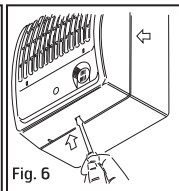
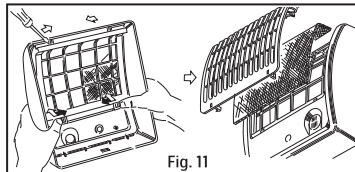

Fig. 6
Fig. 11
6. Przy montażu metodą wbudowania otwiera się przednią część wentylatora poprzez zwolnienie zatrzasków znajdujących się na spodzie, rys. 6. Załączoną ramę do zabudowy rys. 4 pkt. 5, mocuje się w nacięciu między obudową wentylatora a jego przednią częścią, aby zakryć otwór w ścianie/suficie.
Proszę otworzyć przednią część wentylatora poprzez zwolnienie zatrzasków znajdujących się na spodzie, rys. 6. Z tyłu przedniej części znajdują się cztery zatrzaski. Proszę je delikatnie ścisnąć w taki sposób, aby otworzyła się przednia kratka, rys. 11. Umieścić nowy filtr w taki sposób, aby zakrył przednią kratkę. Zamontować przednią kratkę i przednią część wentylatora, rys. 11.